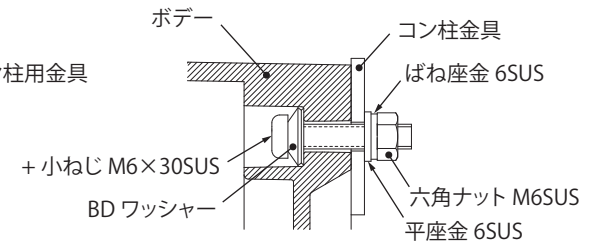

図 3
- ボックスの内側から BD ワッシャーを取り付け、+小ねじ M6×30SUS で取り付けてください。(図 3)